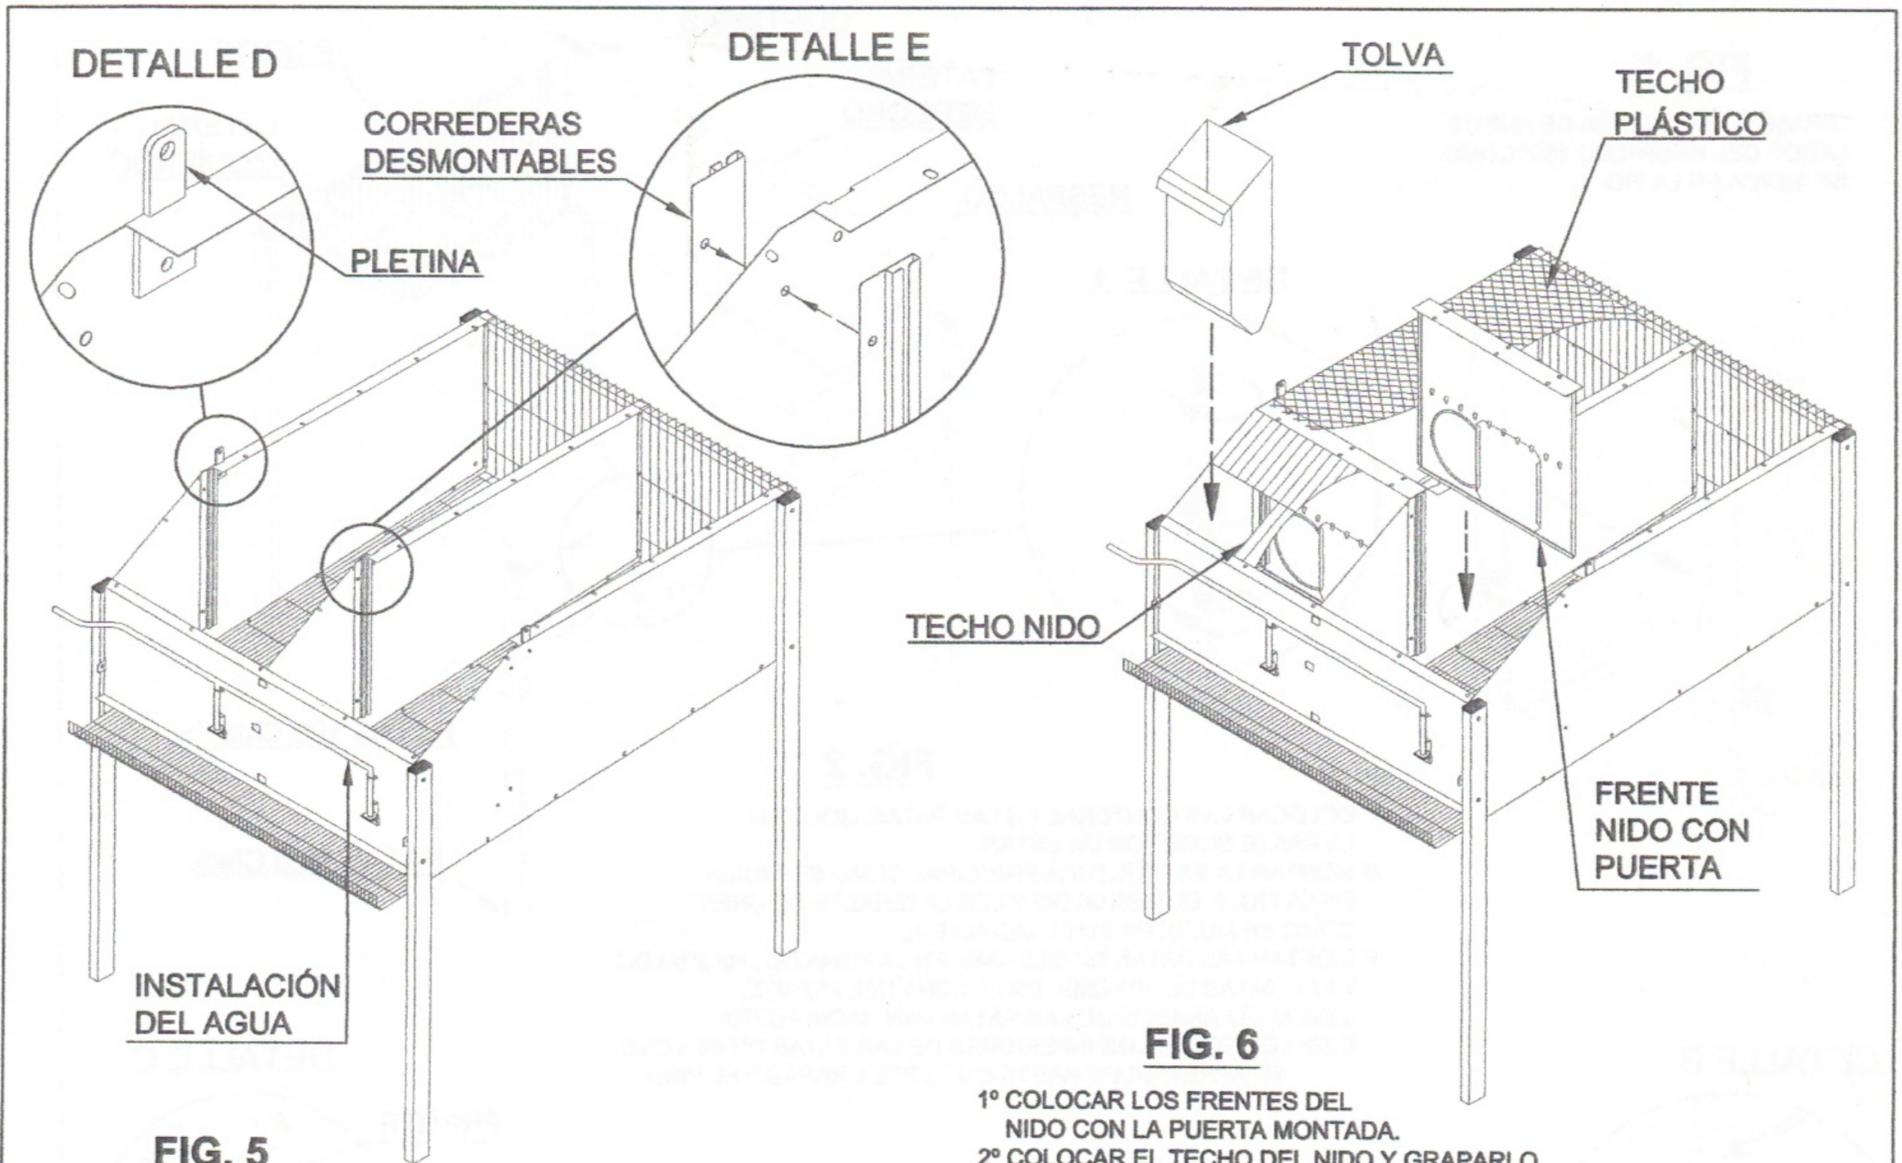

FIG. 5
- 3º REALIZAR LA INSTALACIÓN DEL AGUA CON LA DISTRIBUCIÓN QUE SE INDICA EN LA FIG. 5.